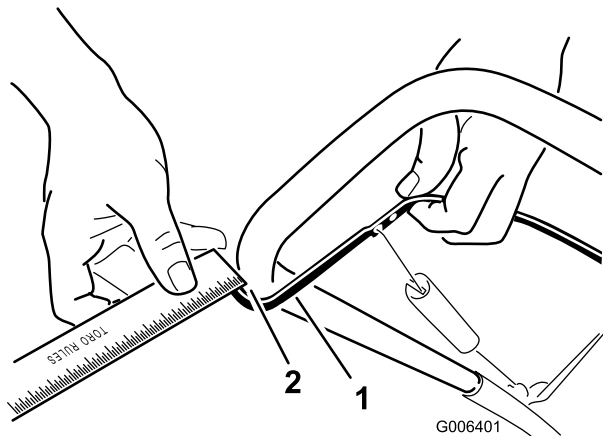

Figure 21
Rapprochez la barre de commande du guidon pour tendre le câble de commande (Figure 21).
Remarque: Vérifiez que la barre de commande et le guidon sont espacés de 2 à 3 mm (1/16 à 1/8") (Figure 21).
2. Accrochez le raccord en Z à un trou plus haut ou plus bas sur la bielle de réglage de manière à obtenir un écart de 2 à 3 mm (1/16 à 1/18") entre la barre de commande et le guidon (Figure 21).